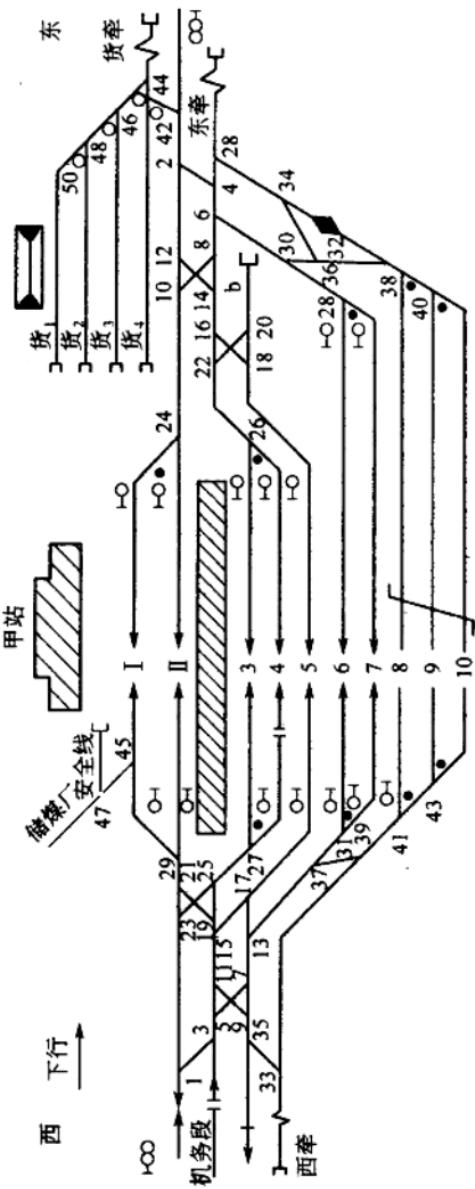

图 2 车站示意图
(1) 答案如图 2。
(2) 评分标准:
① 线路编号错 1 处扣 3 分;
② 道岔编号错 1 处扣 2 分。